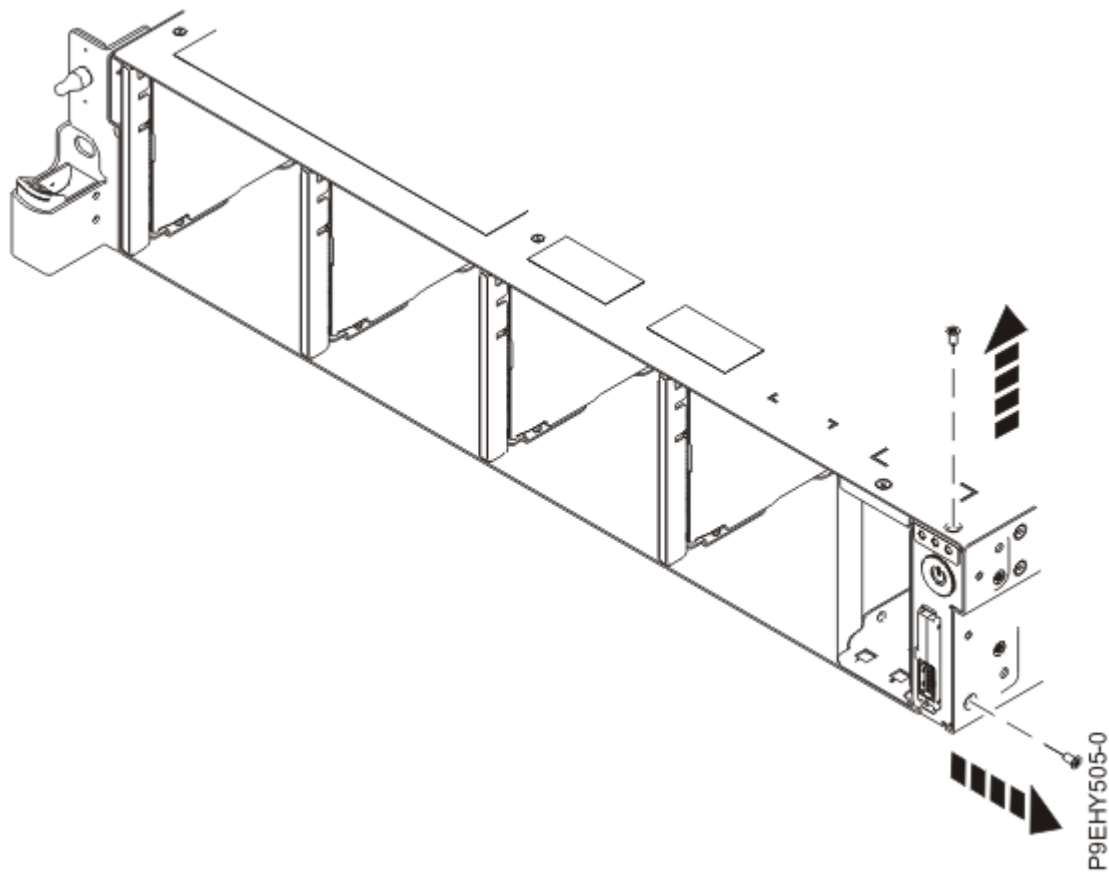

Figura 105. Extracción de los tornillos de la parte superior y lateral
7. Extraiga los tornillos superior y lateral del interruptor de alimentación como se muestra en la Figura 105 en la página 121.